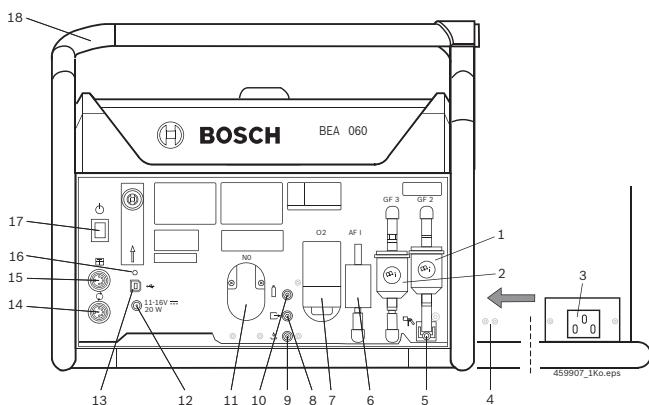

Fig. 1: BEA 060
! BEA 060 también puede alimentarse de tensión mediante la batería del vehículo a través del cable de conexión para toma de enchufe del encendedor (accesorios especiales) (ver la conexión en la fig. 1, pos. 12).
1. Conectar el cable de conexión a red en el BEA 060 y fijarlo con sujetacables en los orificios (fig. 1, pos. 4) para descarga de tracción del cable de conexión a red.
- ➔ El indicador LED (fig. 1, pos. 16) parpadea alternado en color naranja y verde.
- ➔ El indicador LED (fig. 1, pos. 16) se apaga, BEA 060 está desconectado.